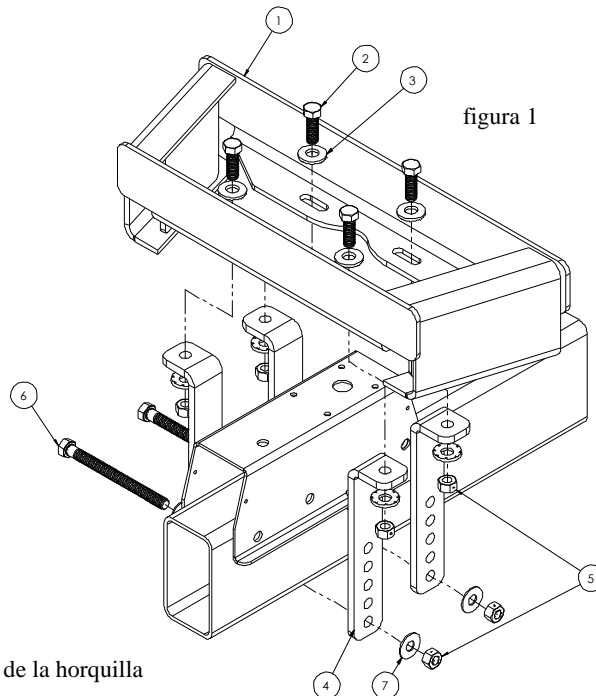

figura 1
①	Cant. (1)	Canal cruzado	⑤	Cant. (6)	Tuerca de bloqueo hexagonal, 1/2-13
②	Cant. (4)	Perno hexagonal, 1/2-13 x 1.50 largo GR5	⑥	Cant. (2)	Perno hexagonal, 1/2-13 x 6.00 largo GR5
③	Cant. (8)	Arandela cónica dentada, 1/2	⑦	Cant. (4)	Arandela plana, 1/2
④	Cant. (2)	Soporte en ángulo
**APLICACIÓN:** Este adaptador está diseñado para uso como una plataforma de montaje con una barra redonda de distribución de peso de Cequent Towing Products, barra Trunion (cuadrada) o kits WD SC de la serie Pro hasta para un máximo de 1,400 libras de peso máximo en la horquilla como se muestra en la figura 1. Si adaptador de lengua de Polo se utiliza como se muestra en la figura 2 – peso máximo de remolque 12.000 libras con un peso de lengua máx. de 1.200 libras.
1. Centre el canal cruzado (1) en la horquilla del remolque aproximadamente 29" hacia atrás desde el centro del acoplador. Esta dimensión variará dependiendo del modelo de sistema WD utilizado.
- Sin apretar, una los dos (2) soportes angulares (artículo 4) al canal cruzado usando los pernos hexagonales de 1/2" x 1.50, las arandelas cónicas dentadas y las tuercas de bloqueo hexagonales como se muestra.
- Deslice los soportes angulares (artículo 4) firmes contra el costado de la horquilla del remolque. Apriete todos los cuatro (4) pernos hexagonales 1/2 x 1.50.